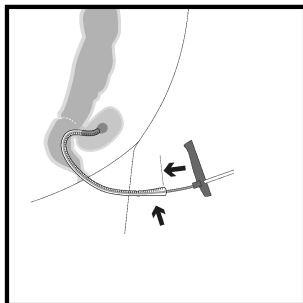

Fig. 3
14. Faire passer le poussoir par-dessus la tubulure de drainage et pousser l'éponge jusqu'au fond de la gaine (ou du rectoscope ou proctoscope). La pointe de l'éponge se trouve à présent au point le plus profond de la cavité lésionnelle (Fig. 3). Continuer à maintenir en place la gaine (ou le rectoscope